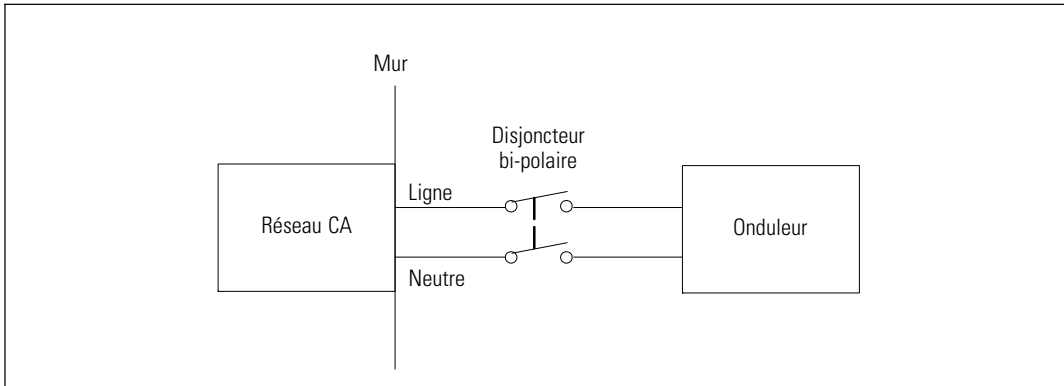

Figure 20. Schémat du Disjoncteur
- Cette protection demande un dispositif de déconnexion bi-polaire entre la sortie de l'onduleur et la charge (voir Figure 20)